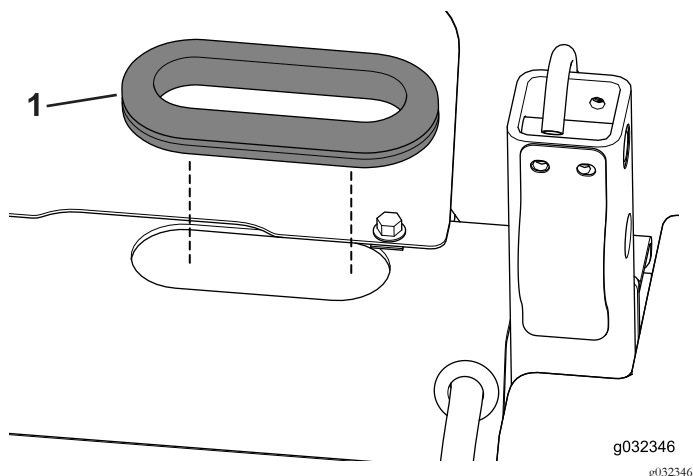

Figura 24
3. Instale el anillo de goma en el orificio (Figura 24).